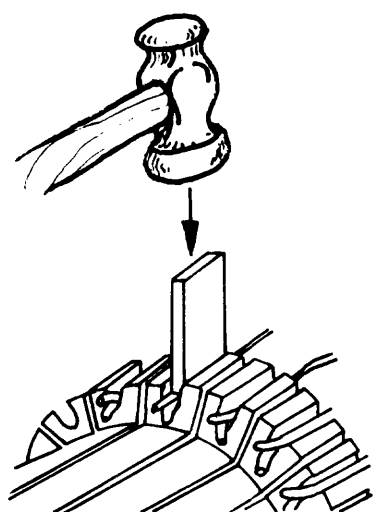

Fig.3
- d Coloque el extremo pelado del alambre en el calado de que dispone la delga, con un buril, golpeando suavemente (fig.3).